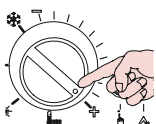

Рис. 7.4
- Поверните переключатель 3 так, как показано на рисунке (Рис. 7.4).